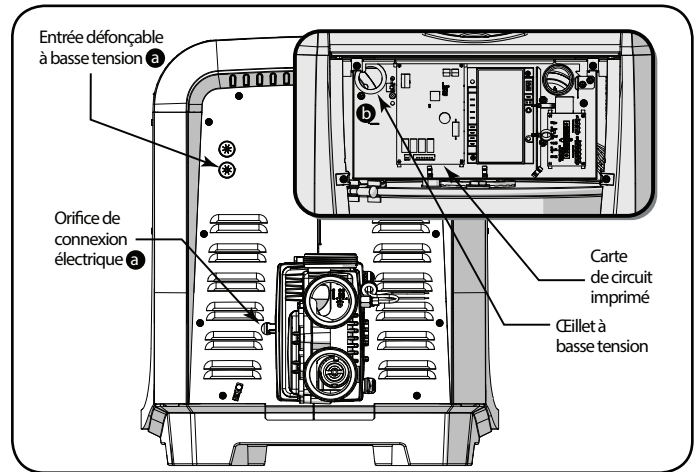

Figure 7. Acheminement du faisceau de dispositif de dérivation
2. Faites passer le faisceau de câbles électriques dans l'orifice de connexion électrique du panneau latéral. Voir Figure 7 (a). Si vous utilisez l'entrée défonçable à basse tension, vous pourriez avoir à retirer le capuchon pour le remplacer par le manchon d'entrée défonçable inclus.
**REMARQUE:** Si le numéro de série de votre réchauffeur est de révision « G » (GXXXXXX) ou antérieure, vous devrez utiliser l'entrée défonçable à basse tension pour connecter le réchauffeur. Voir Figure 7.
6. Faites passer le faisceau dans l'œillet du chemin de câbles à basse tension. Voir Figure 7 (b).